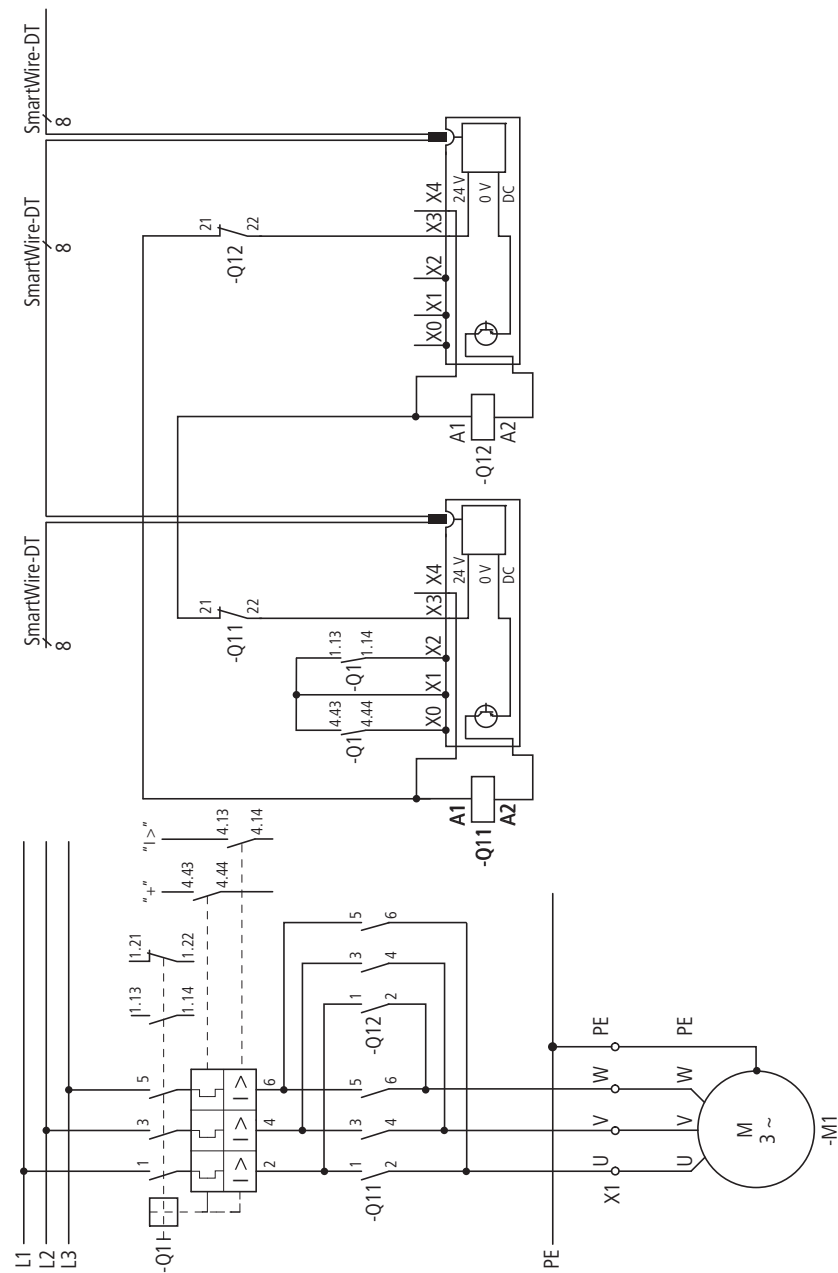
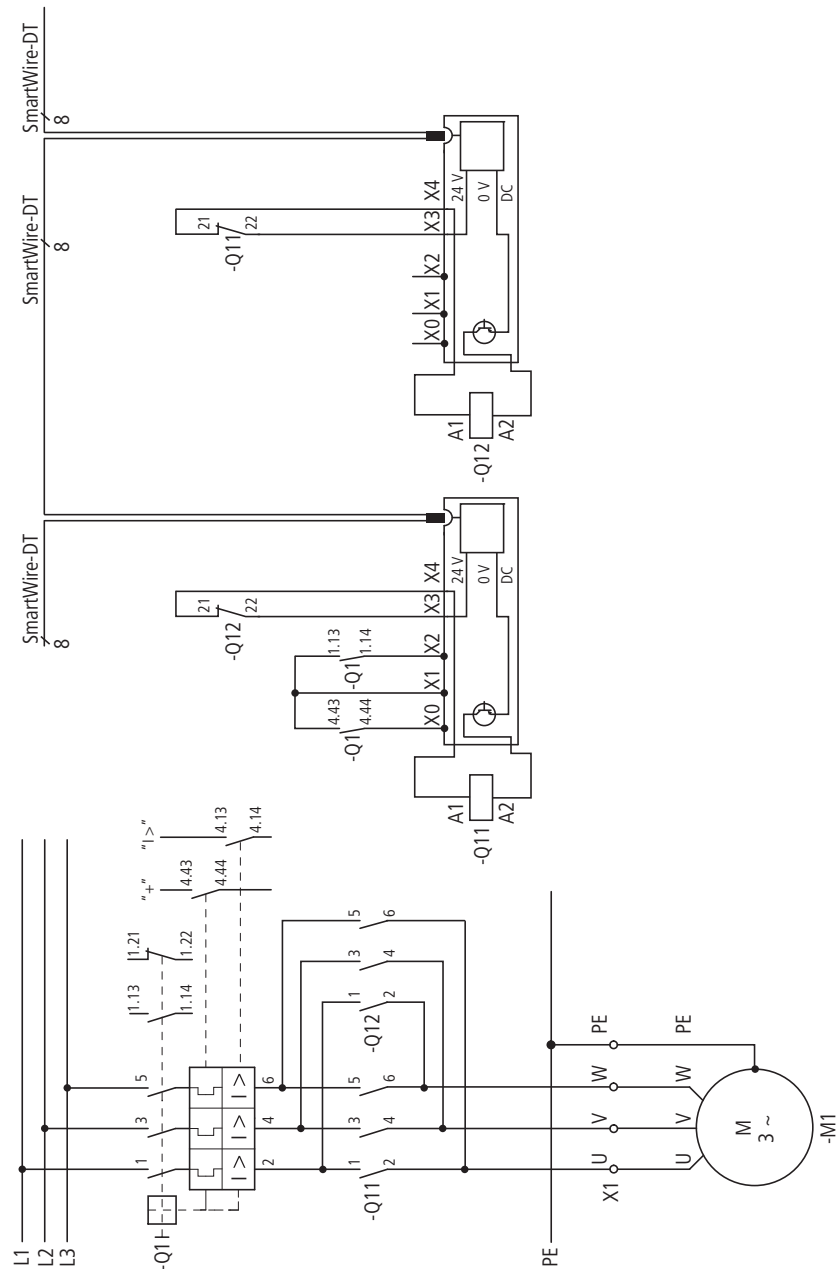

Abbildung 29: Stromlaufplan des Wendestarters in Kombination mit DILM12-XEV
Abbildung 30: Stromlaufplan des Wendestarters
Der Hilfskontakt „Freigabe“ ⑧ ist werkseitig mit einer Brücke verbunden, → Abbildung 30. Zur elektrischen Verriegelung der beiden Schütze wird diese Brücke entfernt und der Hilfsöffner (Kontakte 21-22) des anderen Schützes als potenzialfreier Kontakt eingebunden.
In Kombination mit der Brücke DILM12-XEV ist die Schaltung aus Abb. 29 zu verwenden. Eine elektrische Verriegelung mit Drahtbrücken ist dagegen nach der Schaltung in Abb. 30 auszuführen.
Neben den Besonderheiten, die im vorhergehenden Abschnitt „Direktstarter“ beschrieben sind, ist zu beachten, dass Wendestarter im nordamerikanischen Markt zusätzlich mit einer mechanischen und einer elektrischen Verriegelung ausgerüstet sein müssen. Die elektrische Verriegelung wird über den Anschluss Hilfskontakt „Freigabe“ realisiert → Abbildung 30, ⑧.